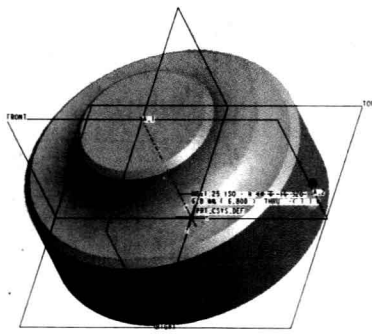

图 1.19 “斜轴测”示意
- ② 斜轴测: 即以斜轴测图作为默认的视图方向, 如图 1.19 所示。